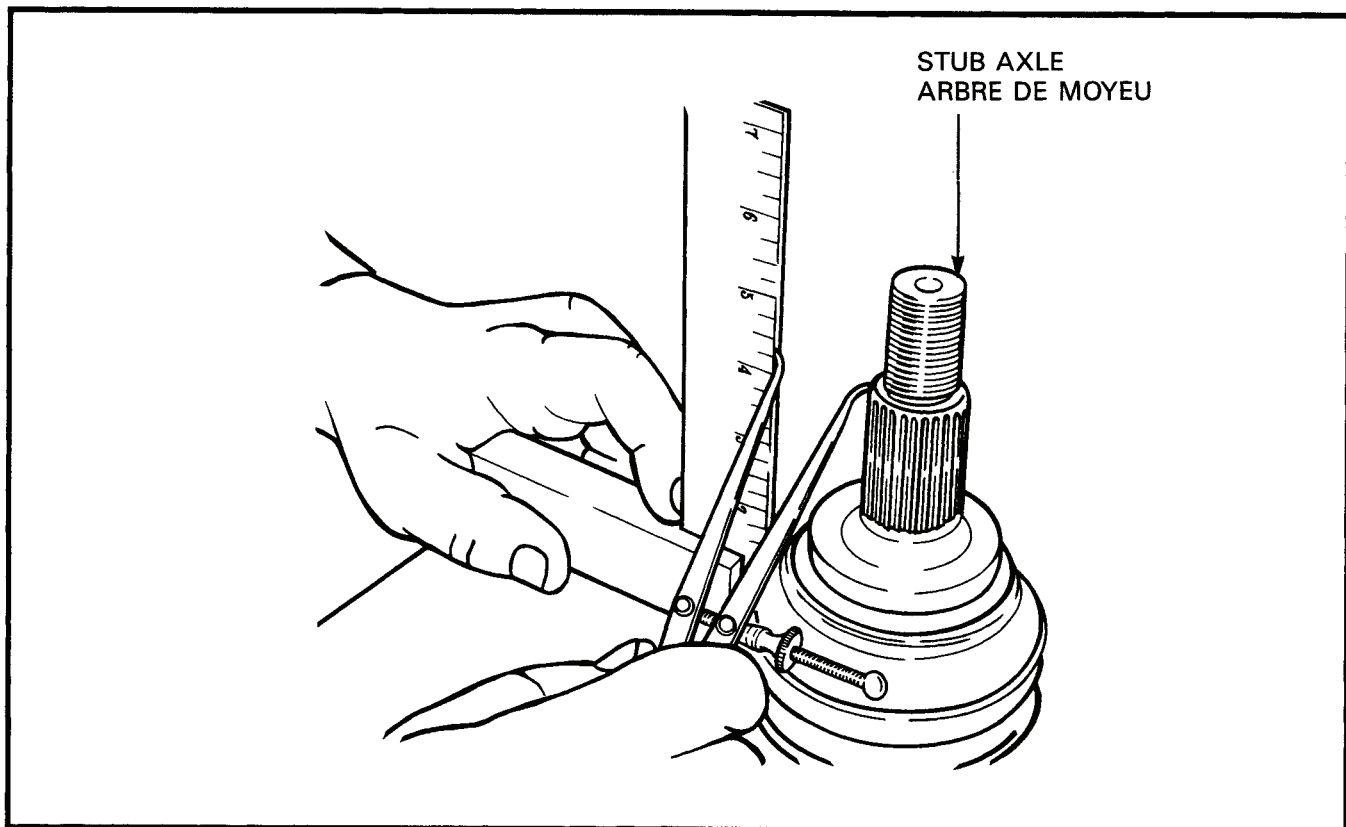

Figure 3-4-7 Measurement of Stub Axle Distortion
e. Using a vernier caliper and machinist's square, measure the stub axle for distortion, see Figure 3-4-7. Make at least three measurements. The difference between any two measurements must not exceed 0.25 mm (0.010 in). Replace the stub axle if necessary.
e. Au moyen d'un pied à coulisse et d'une équerre de précision, vérifier si l'arbre de moyeu est déformé. Voir figure 3-4-7. Prendre au moins trois mesures. La différence entre les deux mesures extrêmes ne doit pas excéder 0.25 mm (0.010 po). Remplacer l'arbre de moyeu si requis.